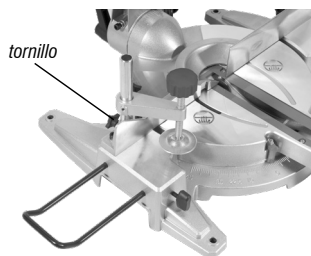

Fig. 3 – Instalando la barra de fijación de la pieza
- Suelte el tornillo (fig. 3);